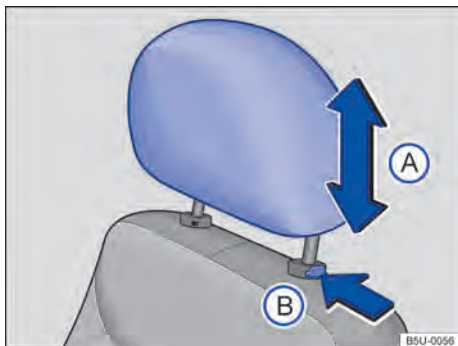

Fig. 40 Desinstalar o apoio para cabeça dianteiro.
- Pressionar a tecla $\Rightarrow$ Fig. 40 (B) no sentido da seta. Retirar o apoio para cabeça com a tecla pressionada.
- Empurrar o apoio para a cabeça totalmente para baixo com o botão $\Rightarrow$ Fig. 40 (B) pressionado.